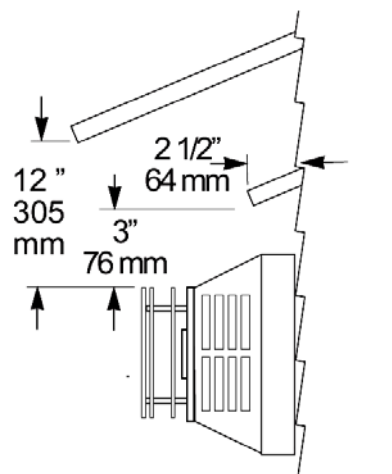

Figure 25. Dégagements du chapeau de cheminée horizontal aux éléments en saillie du bâtiment.
- Le chapeau de cheminée horizontal doit maintenir un dégagement minimum de 3 po (76 mm) de tout élément combustible en saillie dépassant (du bâtiment) de 2½ po (64 mm) ou moins. Si un élément en saillie dépasse de plus de 2-1/2 po (64 mm) du bâtiment, ce dégagement doit être à 12 po (30 cm) du bord de la terminaison d'évacuation. Voir fig. 25.